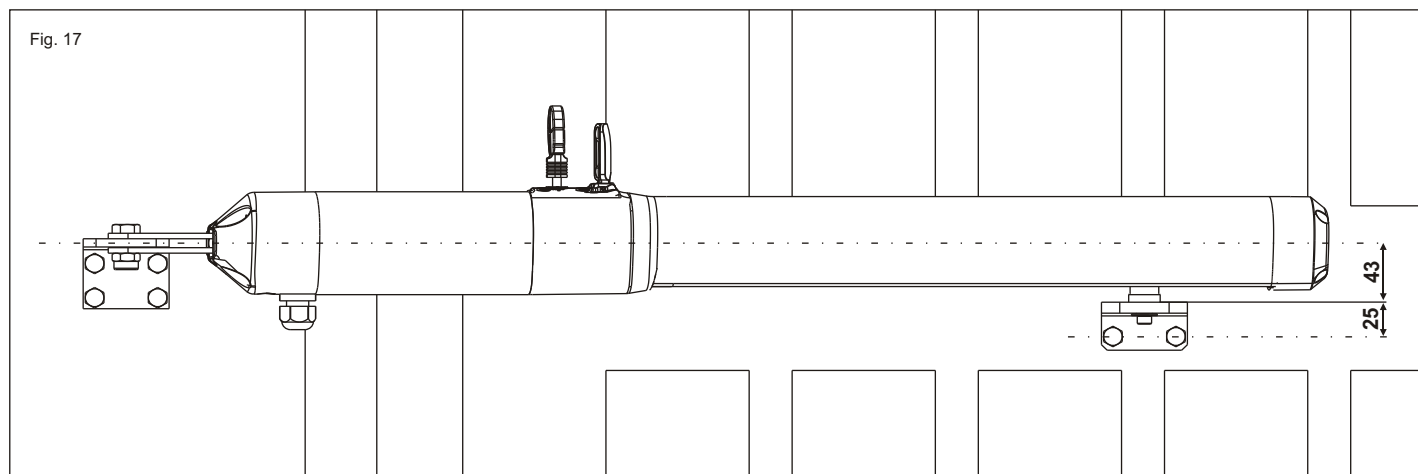

Fig. 17
Al posicionar el soporte delantero en la cancela, considerar la desalineación respecto al eje central del actuador (Fig. 17).
3.2. Para volver a bloquear el actuador volver a llevar la llave de desbloqueo a la posición original (Fig. 17), extraer la llave y mover la hoja manualmente hasta el bloqueo del automatismo.